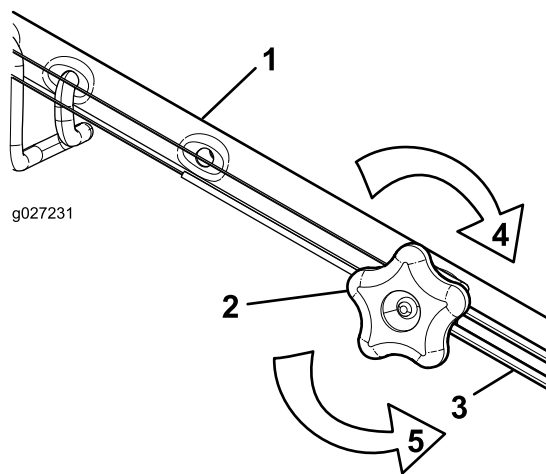

図 37
1. 調整ナットを左に回してケーブルの調整をゆるめる 図 37。
2. ケーブル 図 37 を押し引きして適当な位置に調整できたら、その位置に保持する。